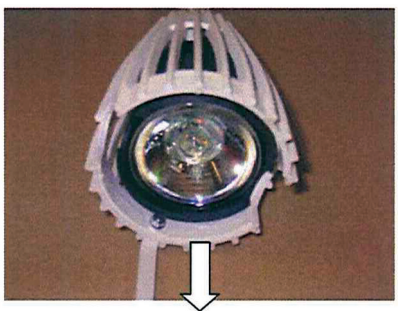

Fig.2
- Rimuovere la lampadina (Fig. 2).